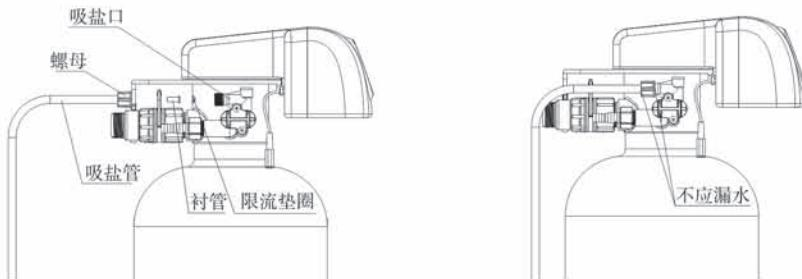

图1-5
⑥安装吸盐管路
- a、如图1-5所示，将3/8”螺母如图套入吸盐管内；